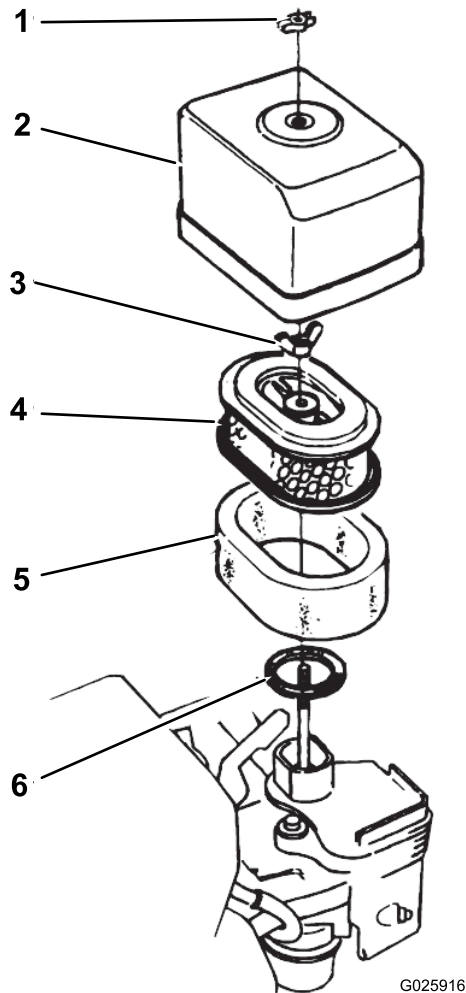

Figura 27
2. Retire a porca de orelhas que fixa a cobertura do filtro de ar e retire a cobertura (Figura 27).
4. Retire a porca do filtro de ar e retire a cobertura (Figura 27).
5. Retire o filtro de esponja do filtro de papel (Figura 27).